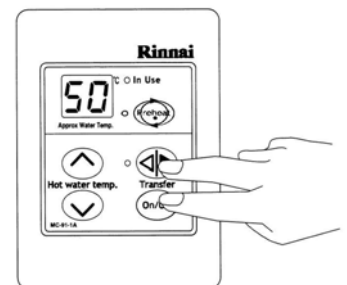

fig. 1
**STEP 1:** Sul comando remoto principale (Master) premere e mantenere premuti simultaneamente i tasti **Transfer** e **ON/OFF** (vedere fig.1) fino a quando il comando emette un "beep".